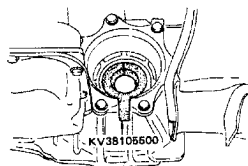

Рис. 8.5 Специальный инструмент для защиты сальников, используемый при установке полуоси (См. Раздел 3)
12. Установка проводится в обратном порядке снятия. При установке внутреннего конца полуоси используйте новое стопорное кольцо. Смажьте кромку сальника (См. Рис. 8.5).